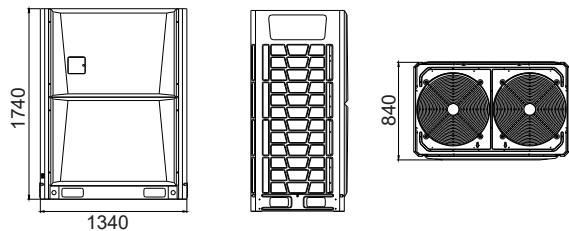

Fig.3.3 Forme 3(18HP~20HP)
- La machine doit être installée sur une base solide en ciment ou en béton, conformément à la figure 3.3 ou aux mesures de l'installation.